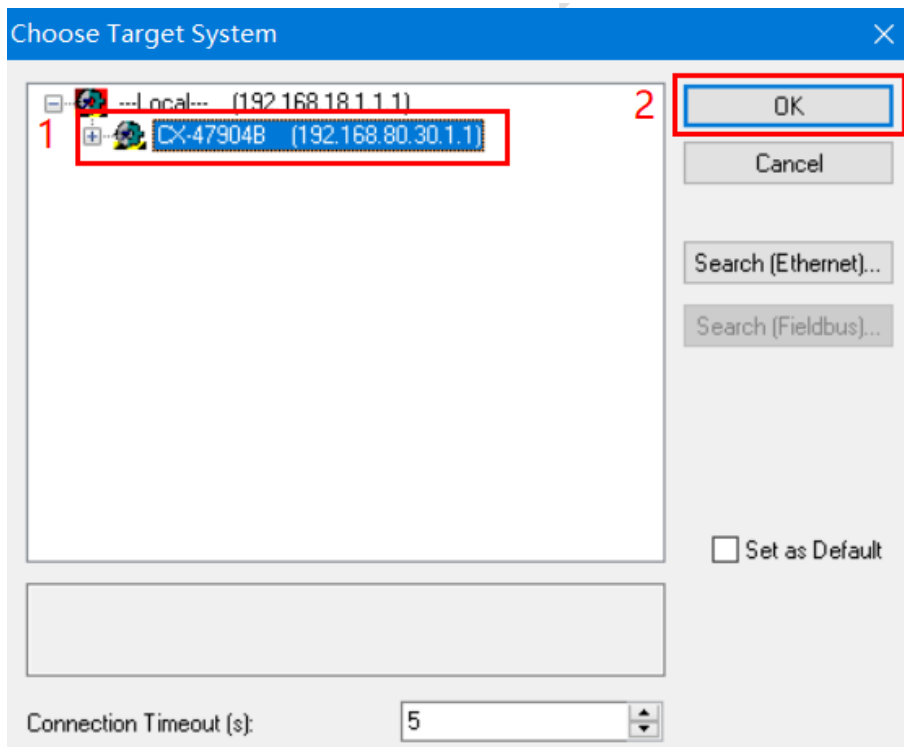

图 3.3 选择目标系统操作步骤
5) 完成步骤 4 后，即可在【Choose Target System】页面看到目标系统，选中目标系统 CX-47904B → 再点击【OK】，如图 3.3 步骤所示，即可连接目标 PLC。